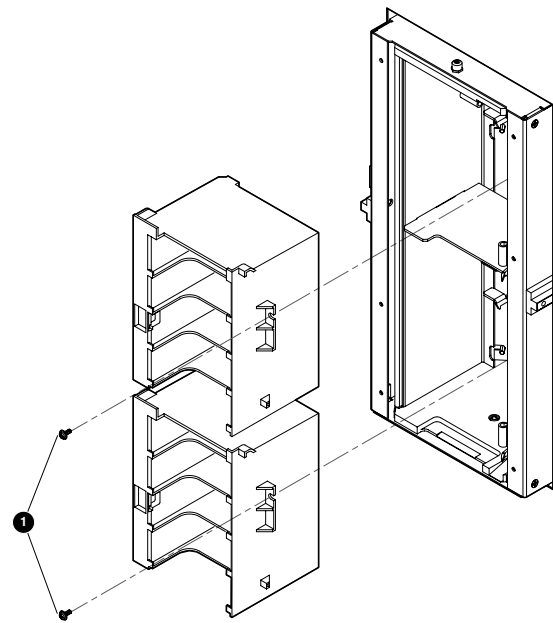

Abbildung 6: Befestigen des Lademagazins
4. Befestigen Sie das feste Lademagazin mit den Schrauben ① aus dem Upgrade-Kit am Ladeeinschub (siehe Abbildung 6).
3. Drehen Sie die Befestigungsschrauben des oberen und unteren Lademagazins heraus. (Siehe Abbildung 6.)